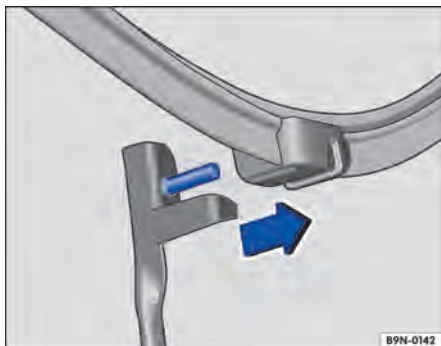

Fig. 262 Substituir as palhetas dos limpadores dos para-brisa.
- Colocar a palheta do limpador dos vidros em ângulo reto em relação ao braço do limpador dos vidros e remover a palheta do limpador dos vidros no sentido da seta ⇒ **Fig. 262**.